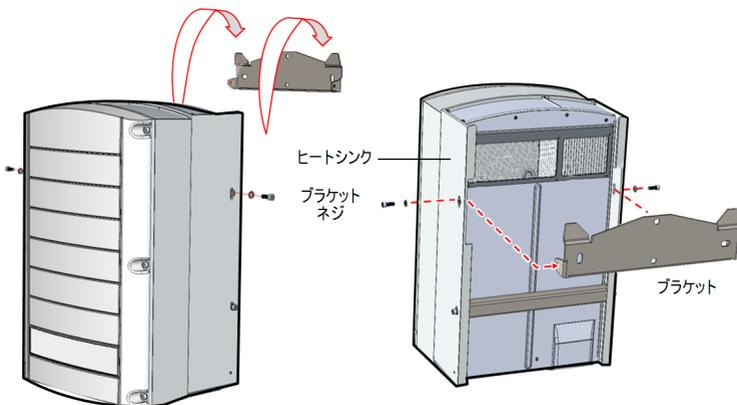

図 13:シナジーユニットをはめ込む
- シナジーユニットの右か左で、ユニットの外側(露出している)からブラケットに1つのねじのみを挿入します。ねじを4.0 N*mのトルクで締めます(図 13参照)。